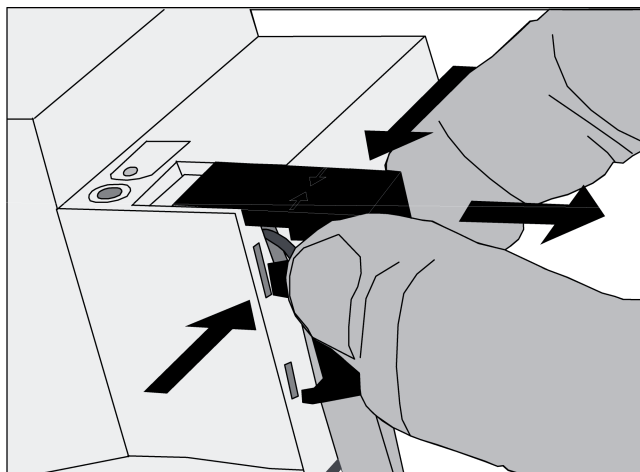

Рисунок 8: Снятие защитной крышки
- Надавить на защитную крышку сбоку и снять ее (рисунок 8).